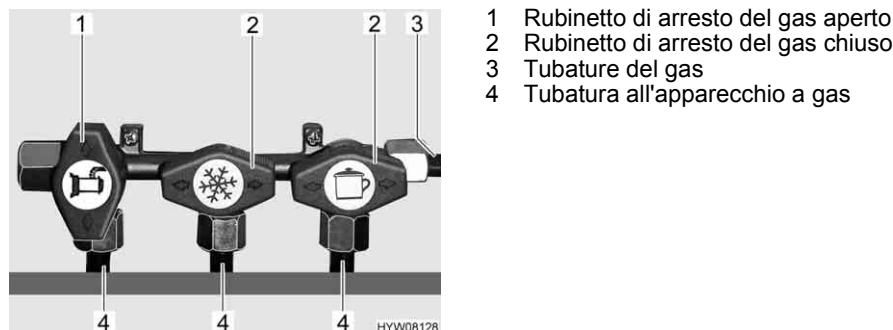

Fig. 93 Posizione dei rubinetti di arresto del gas (esempio)
- Posizionare il rubinetto di arresto del gas dell'apparecchio a gas corrispondente parallelamente (Fig. 93,1) alla tubatura (Fig. 93,4) che alimenta l'apparecchio a gas.
- Posizionare il rubinetto di arresto del gas dell'apparecchio a gas corrispondente trasversalmente (Fig. 93,2) alla tubatura (Fig. 93,4) che alimenta l'apparecchio a gas.